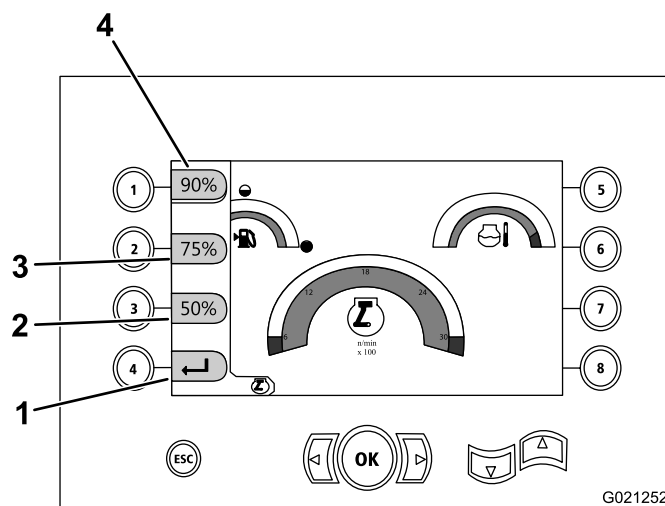

Figure 19
- Appuyez sur le bouton 1 pour activer le régime moteur (tr/min) à 90 %, comme montré à la Figure 19.
- Appuyez sur le bouton 2 pour activer le régime moteur (tr/min) à 75 %, comme montré à la Figure 19.
- Appuyez sur le bouton 3 pour activer le régime moteur (tr/min) à 50 %, comme montré à la Figure 19.
- Appuyez sur le bouton 4 pour retourner à l'écran principal (Figure 19).